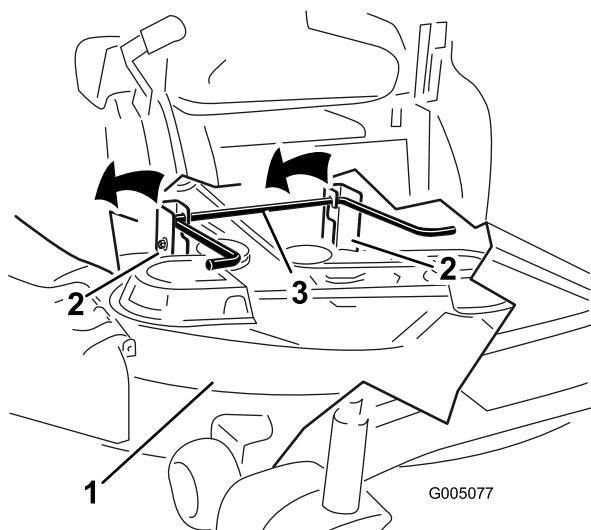

Figure 71
7. Soulevez et enlevez le plateau de coupe et les supports de la tige de levage arrière et abaissez la tondeuse au sol avec précaution (Figure 71).
5. Soulevez l'arrière du plateau de coupe et guidez les supports sur la tige de levage arrière (Figure 71).